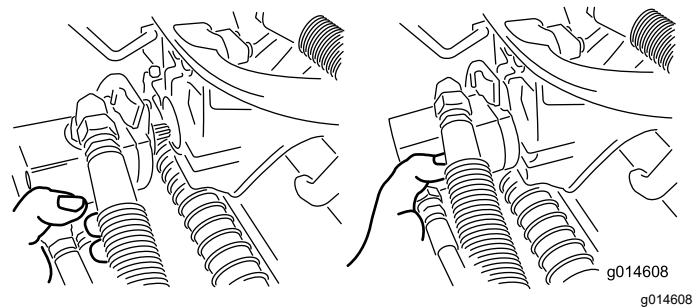

Figura 56
- Mova o motor para o local de armazenamento na parte da frente do braço de suspensão (Figura 56).